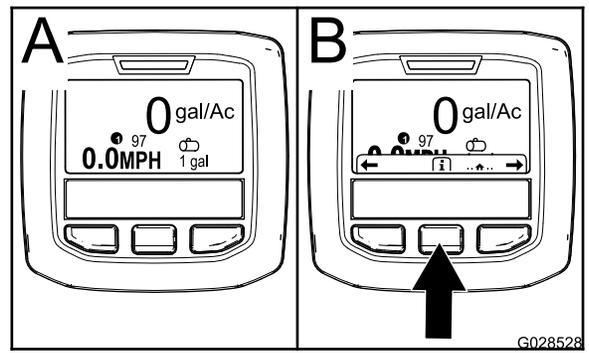

图4
2. 大约 15 秒钟后主屏幕将显示按中间选择按钮显示信息内容图4。